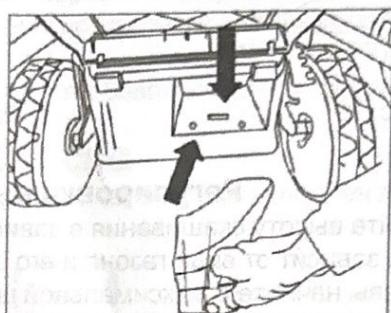

Рис. 7
- Нажмите на нижнюю сторону рукоятки, чтобы освободить и извлечь мульчирующую вставку (Рис. 7).